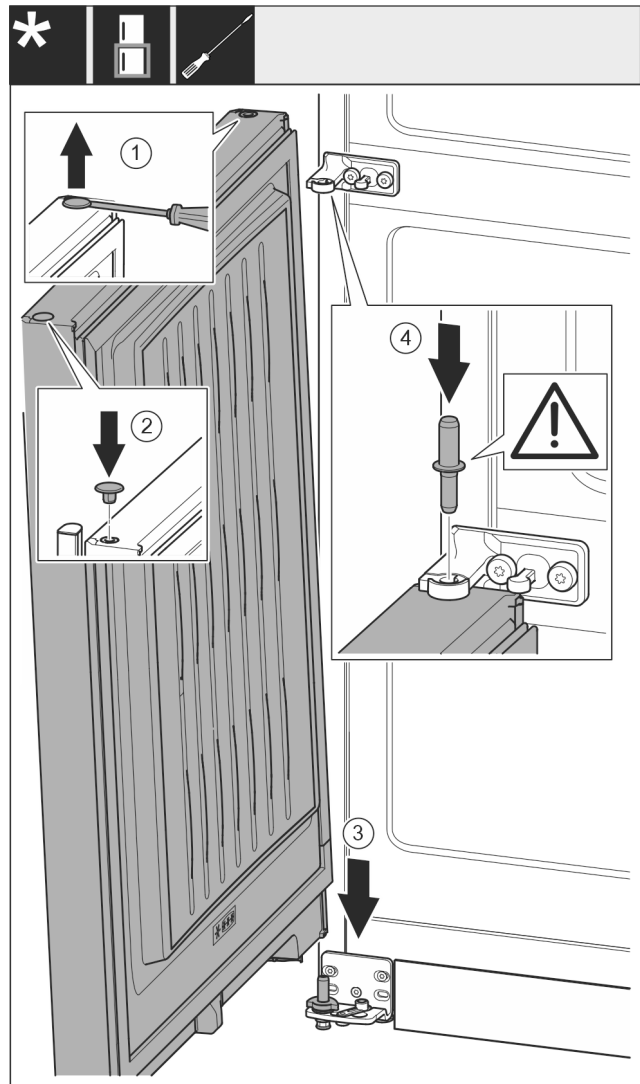

Fig. 23
- Осторожно приподнимите шлицевой отверткой заглушку Fig. 23 (1) и извлеките ее.
- Снова установите заглушку Fig. 23 (2) с другой стороны двери.
- Установите дверь Fig. 23 (3) сверху на нижний опорный палец.
- Вставьте средний опорный палец Fig. 23 (4) через средний опорный кронштейн в нижнюю дверь. При этом проследите за тем, чтобы выступ фиксатора был направлен назад.